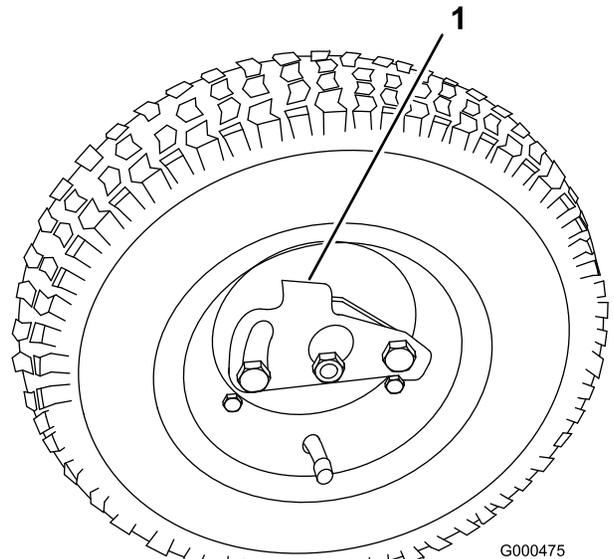

Figura 13
2. Gire la pletina de retención de la rueda hacia el centro de la rueda y coloque la rueda sobre el eje hexagonal (Figura 13).